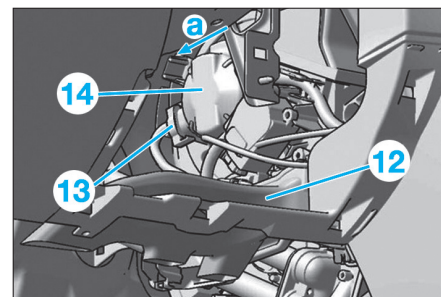

Fig. 14
- Déposer l'axe de fixation et son écrou (10) de la colonne de direction, puis dégager celle dernière (11).
- Déposer la buse d'aération (12), puis débrancher le connecteur (13) (Fig.14).